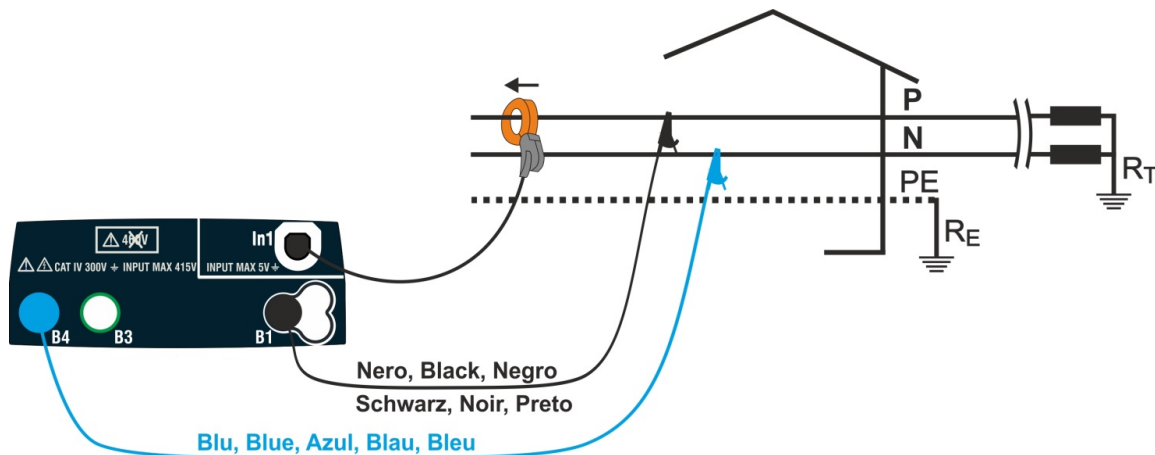

Abb. 38: Verbindung zur Messung in einem einphasigen System
- **FS** → Diese Taste ermöglicht die Auswahl des Messbereiches (FS) der Messzangen, die zusammen mit dem Gerät benutzt werden können. Die folgenden Werte sind verfügbar: **1A, 5A, 10A, 30A, 40A, 100A, 200A, 300A, 400A, 1000A, 2000A, 3000A**
- Führen Sie den blauen und schwarzen Stecker der Messleitungen in die entsprechenden Eingangsbuchsen B4 und B1 des Messgerätes ein. Schließen Sie an den freien Kabelenden die entsprechenden Krokodilklemmen oder Messleitungen an. Verbinden Sie die Krokodilklemmen, Messleitungen mit der Phase P und N, gemäß der Abb. 38 zur Messung der Spannung in einphasigen Systemen. Verbinden Sie den Anschlussstecker der externen Stromzange mit dem Eingang In1 des Geräts und legen Sie die Zangenbacken um den Phasenleiter in einphasigen Systemen. Der Pfeil auf der Zange muss in Richtung des Stromflusses zeigen, normalerweise von der Spannungsquelle zum Verbraucher, wie in der Abb. 38 gezeigt.